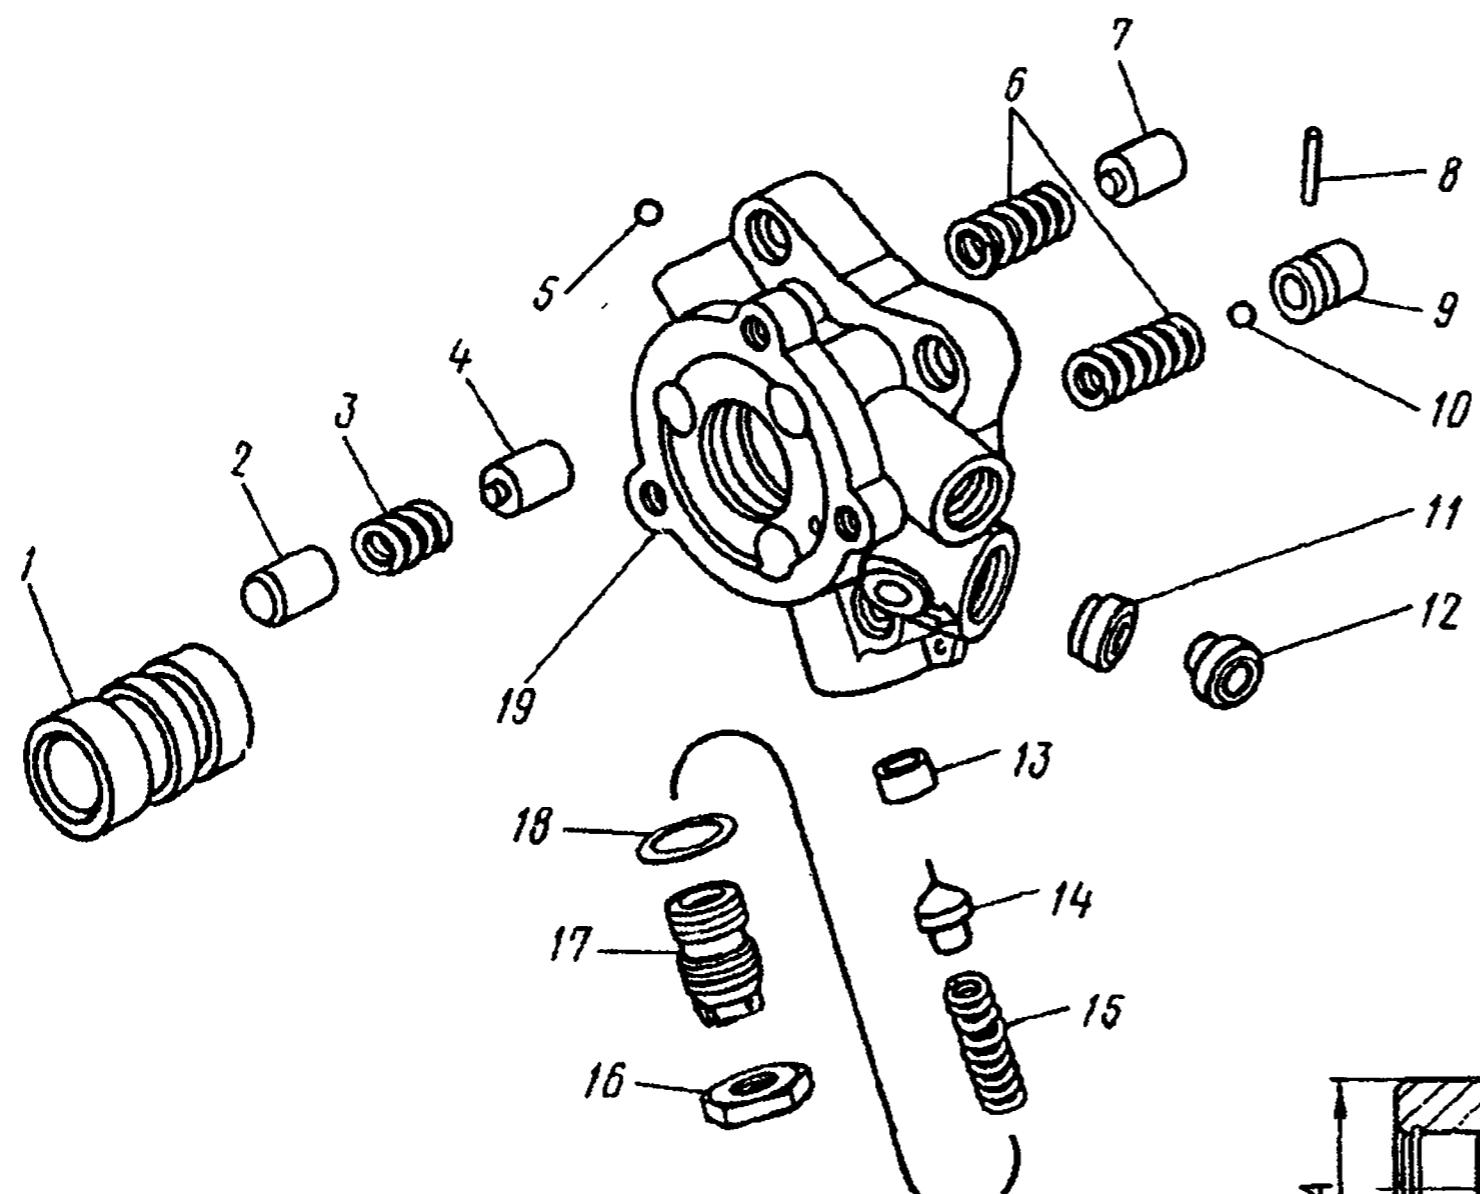

Рис. 259. Клапан управления гидроусилителем руля:
Примечание. Предохраните от выпадания реактивные плунжеры 2, 4, 7 (см. рис. 259) клапана управления
29. В корпус обратного клапана 9 (см. рис. 259) вложите шарик 10 и установите шплинт 8.	Отвертка